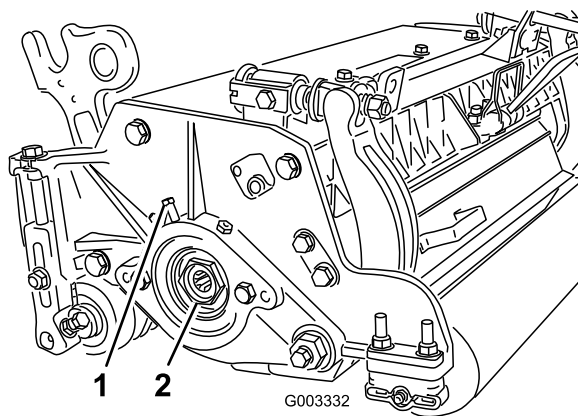

图29
- A. 松开将轴承调节螺母固定至滚刀组左侧轴承座上的外部固定螺丝（图29）。